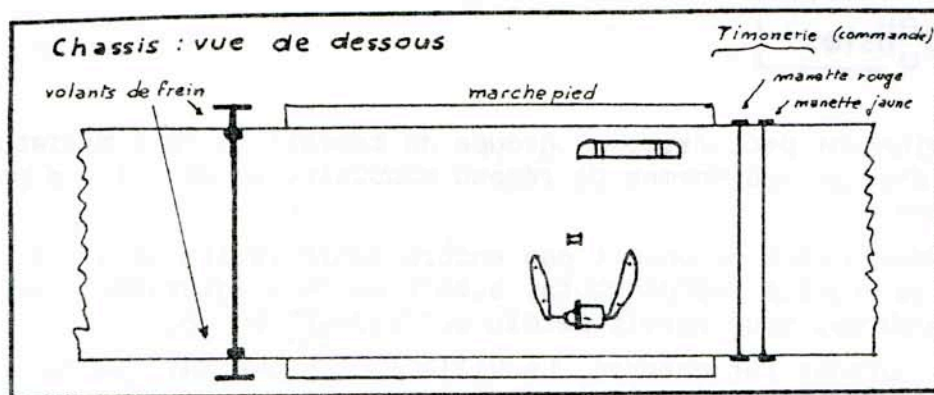

FIGURE 3.
- 3° Les volants de frein (5 branches, ϕ 4,6 mm) (*) seront fixés à 1 cm de l'extrémité du marchepied des portes, montés sur une tige de 35 mm au maximum. Voir Fig.3.
- 4° A 3 mm de l'autre côté du marchepied, coller deux plaques avec les manettes de réglage du frein, confectionnées dans du plasticard. Elles seront reliées symétriquement avec celles de l'autre face par des tiges métalliques. Voir Fig.3.